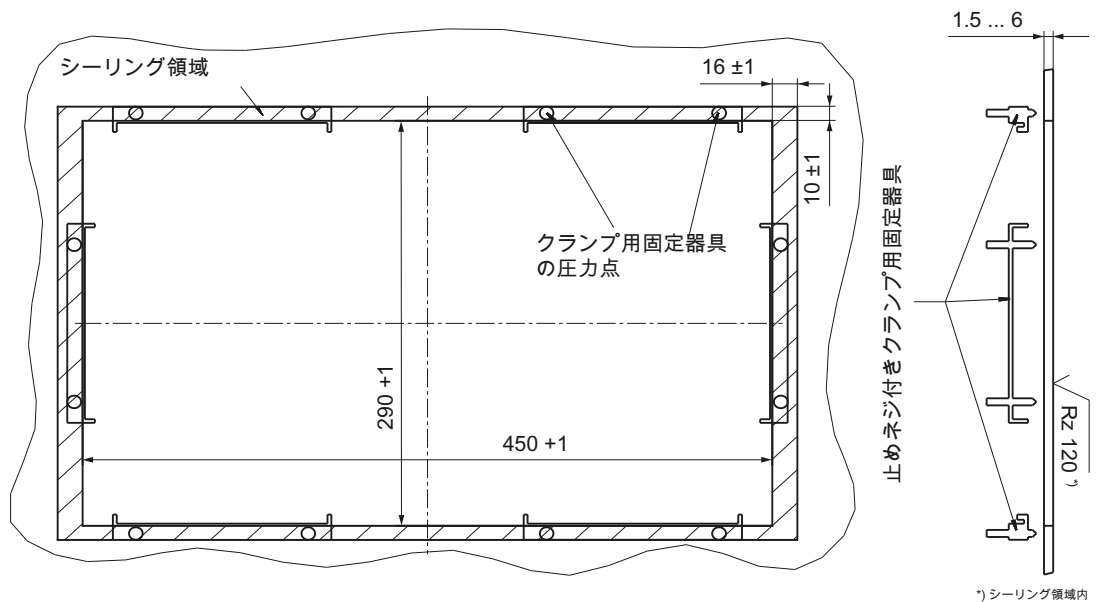

図 6-3 OP015 操作パネルの取り付け外形寸法図
1. 組み立てられたコンポーネント(操作パネルと PCU)を前面からパネル抜き穴に挿入します(図 6-3 OP015 操作パネルの取り付け外形寸法図 (ページ 89)を参照してください)。